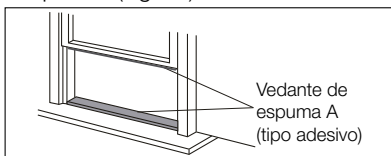

Fig. 12
1. Corte os vedantes de espuma (tipo adesivo) com os comprimentos adequados e fixe-os na janela e no peitoril. (Fig. 12)